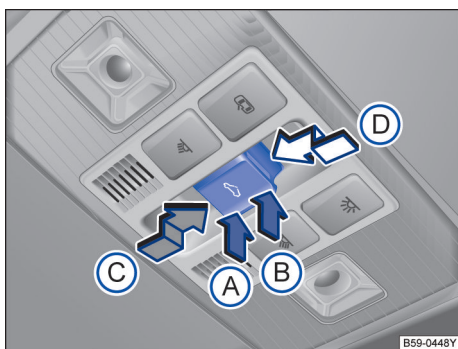

图 70 顶篷上的天窗控制按钮
☞ 按钮→图 70 设有 2 挡位置。
- 触发防夹功能后 5 秒钟内按压 **按钮** → 图 70，沿箭头①方向将按钮保持在 2 挡位置，直至天窗完全关闭。